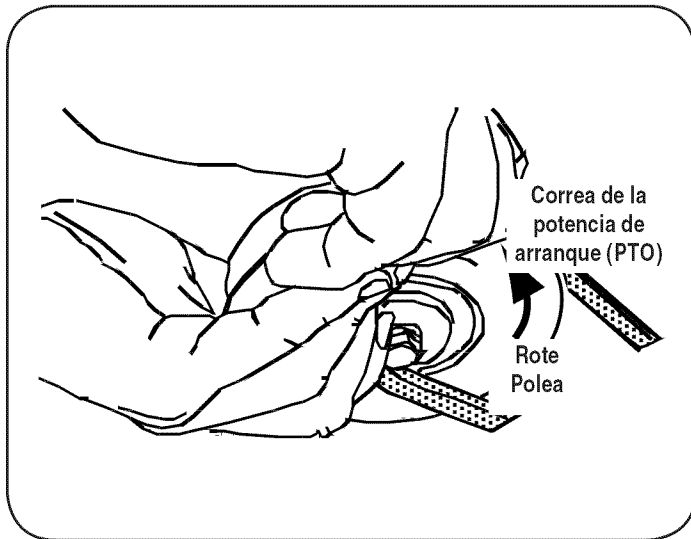

Figura 16
10. Tire del lado derecho de la correa y coloque el lado en V angosto de la misma en la polea de la potencia de arranque (PTO). Vea la Figura 16.
11. Mientras sostiene la correa y la polea juntas, rote la polea hacia la izquierda (Vea la Figura 16). Siga sosteniendo y rotando la polea y la correa hasta que la correa se enrolle totalmente en la polea de la potencia de arranque (PTO).